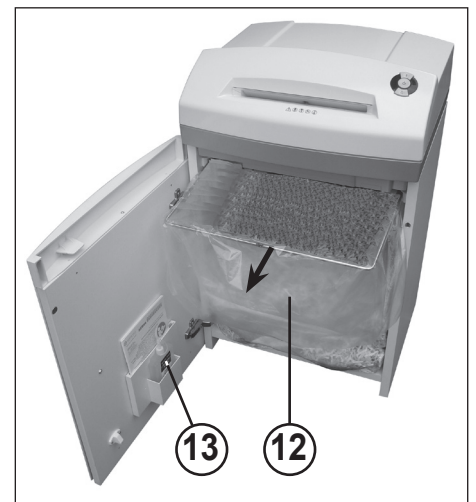

fig. 4
12 = Sac collecteur pour papier (fig. 4)
13 = Récipient d'huile (fig. 4)
VIDER LE SAC COLLECTEUR POUR PAPIER (fig. 4)
Ouvrir la porte. Le voyant de contrôle (8) s'allume et le voyant LED de la touche de marche arrière (4) ainsi que le voyant de contrôle (7) clignotent. Retirer le récipient d'huile (13) (fig. 4) de son support dans la porte et refermer la porte.